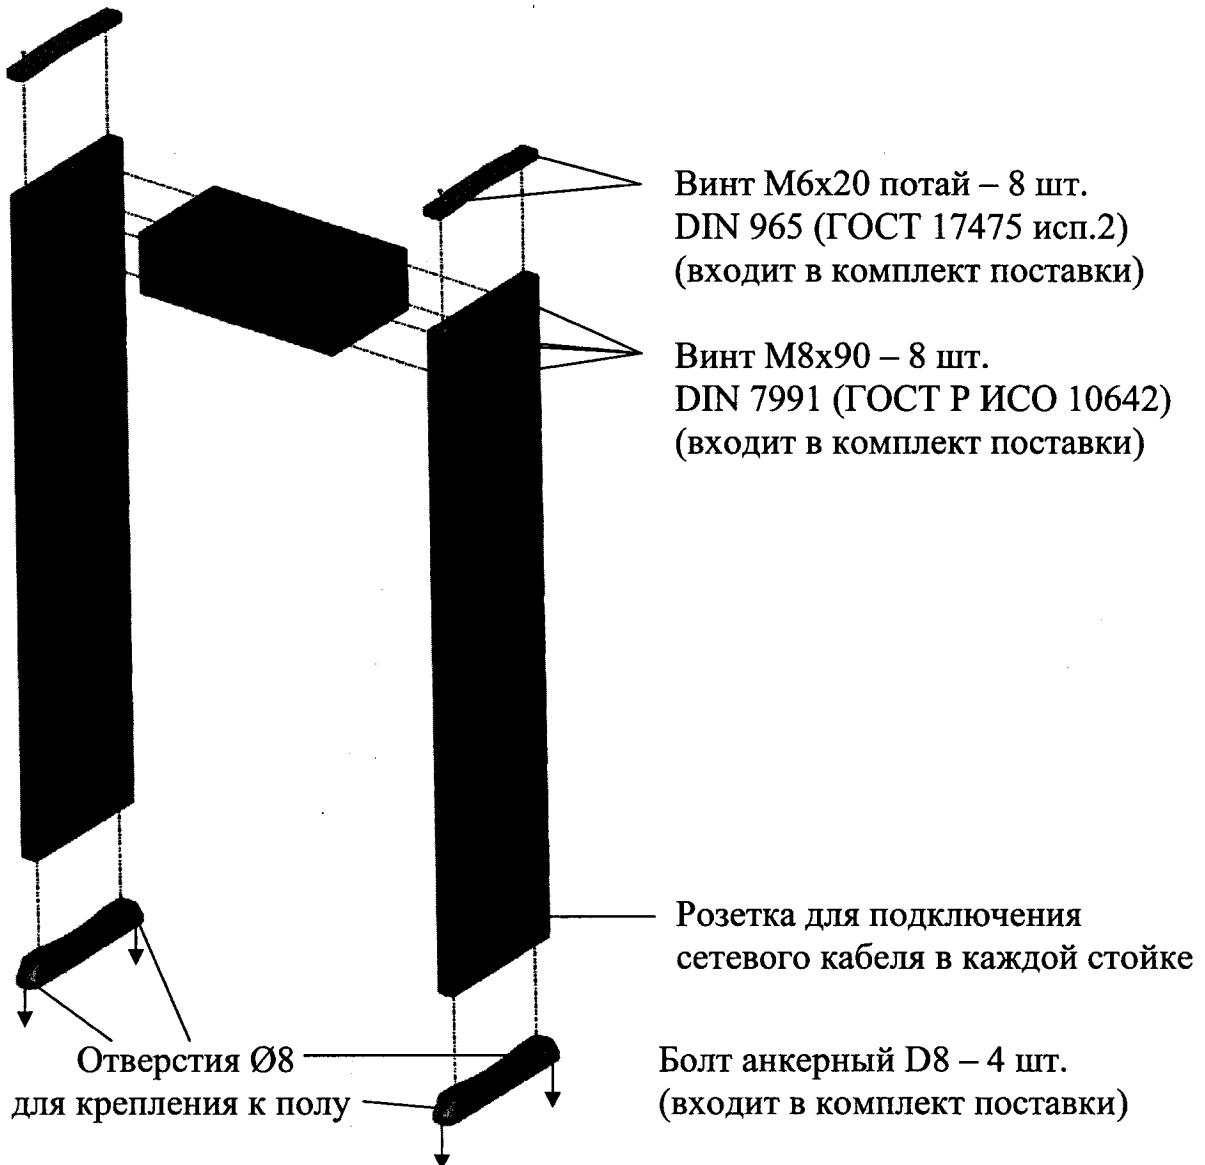

Рис.3 Схема сборки
Сборка изделия осуществляется согласно схеме рис.3:
- 1) индикаторная линейка и табло находятся с одной стороны (рис.3а);
Для сборки по этому варианту необходимо крепить левую панель (на пластиковой крышке стойки расположены ярлычки с надписью «Left») с левой стороны блока управления (см. рис.3а), правую стойку (надпись «Right») – с правой стороны блока.
При этом подключение кабелей «DB25» к материнской плате осуществлять по схеме рис.3а.
Для сборки по этому варианту необходимо крепить левую панель (надпись «Left») с *правой* стороны блока управления (см. рис.3а), правую стойку (надпись «Right») – с *левой* стороны блока.
При этом подключение кабелей «DB25» к материнской плате осуществлять по схеме рис.3б.
Рис.3а и 3б Варианты сборки стоек и блока управления
- 1) После сборки изделия по п.3.1 соединить электрические узлы кабелями п.1-5 таб.2 согласно схеме рис.3.